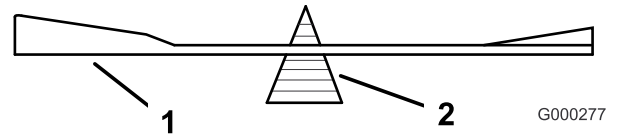

Figura 69
- Verifique el equilibrio de la cuchilla colocándola sobre un equilibrador de cuchillas (Figura 69).